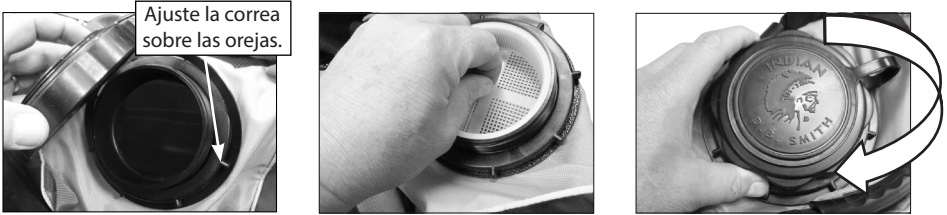

Figura 9.
9. Ajuste el bucle con mayor diámetro de la correa de la tapa sobre las orejas de la tuerca del cuello de llenado, inserte la canasta de filtro e instale la tapa girándola en el sentido de las manecillas del reloj. **(Vea la Figura 9).**